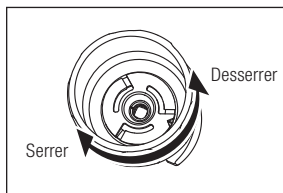

Fig. 2
- 2) Aligner la clé de remplacement avec la partie carrée de l'insert. Ensuite, tournez la clé de remplacement pour serrer l'insert (vers la droite) jusqu'à ce que vous entendiez un clic (Fig. 2). A ce stade de l'intervention, veuillez tenir la pièce à main de façon à ne pas plier le cordon de la pièce à main.
Pour retirer l'insert, utilisez la clé de remplacement et faites-la tourner (dans le sens antihoraire) dans la direction de desserrage illustrée par la Fig. 2.